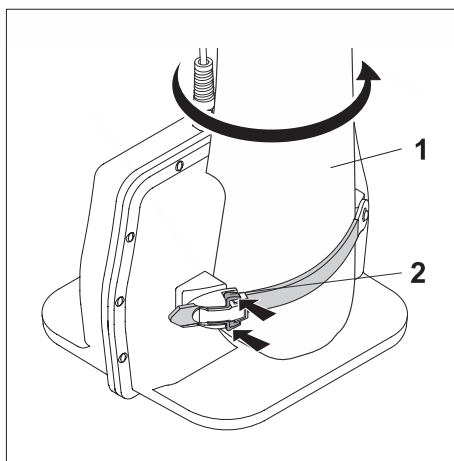

Fig. 38: Antena con bola de marcado - Desenlazar receptor y antena
3. Afloje la banda de trinquete (fig. 38).